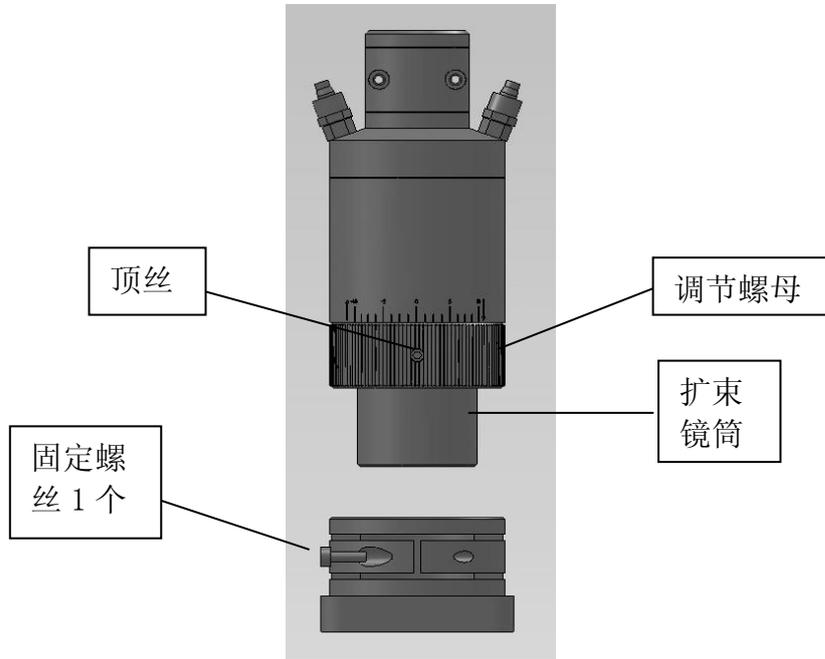

图 17
- 2、用 2.5 号内六角扳手将扩束锁紧底座上的一个螺丝拧开，将扩束水冷模块取下，如图 17 所示。移动到干净整洁的室内，继续作业。